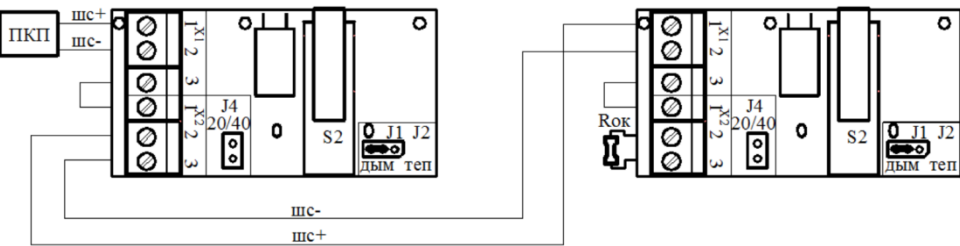

Рисунок 3
2) схема 2 – имитация работы дымового извещателя. Сигнализация осуществляется путём увеличения тока потребления (уменьшения внутреннего сопротивления) извещателя (рисунок 3).